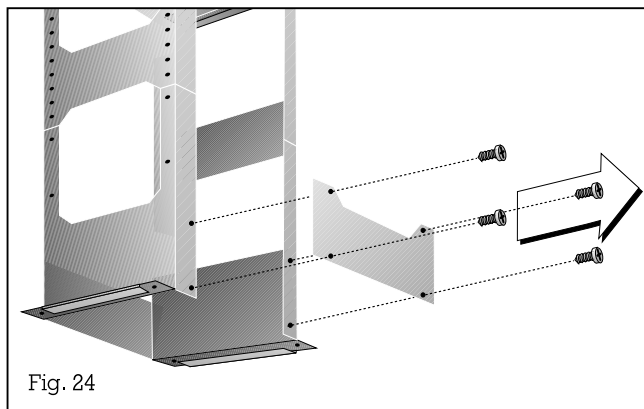

Fig. 24
6. Enlevez le couvercle métallique situé à l'arrière du bâti porteur (fig. 24).